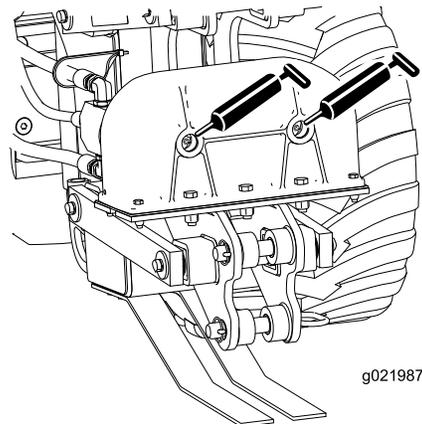
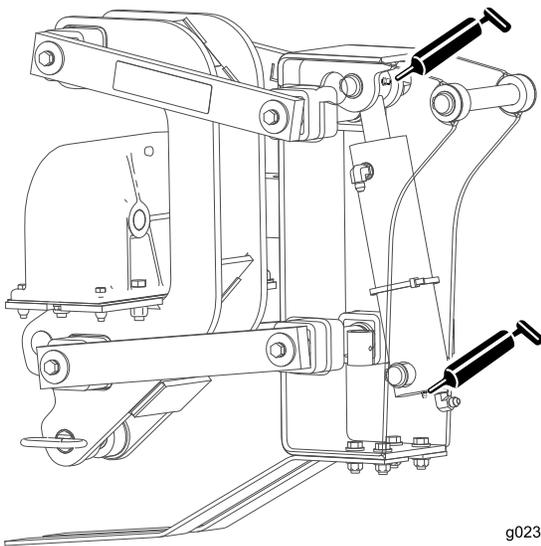

Figure 18
Figure 19
2. Raccordez une pompe à graisse à chaque graisseur (Figure 18, Figure 19 et Figure 20).